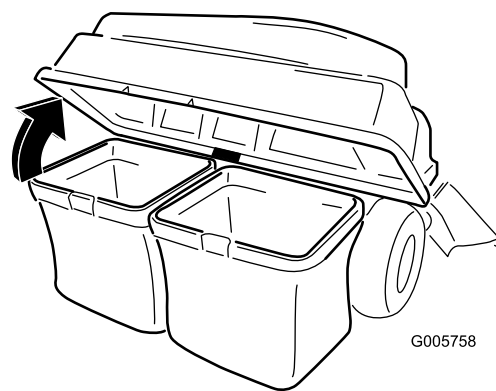

Figura 33
3. Alzate il coperchio del sistema di raccolta per aprirlo (Figura 33).